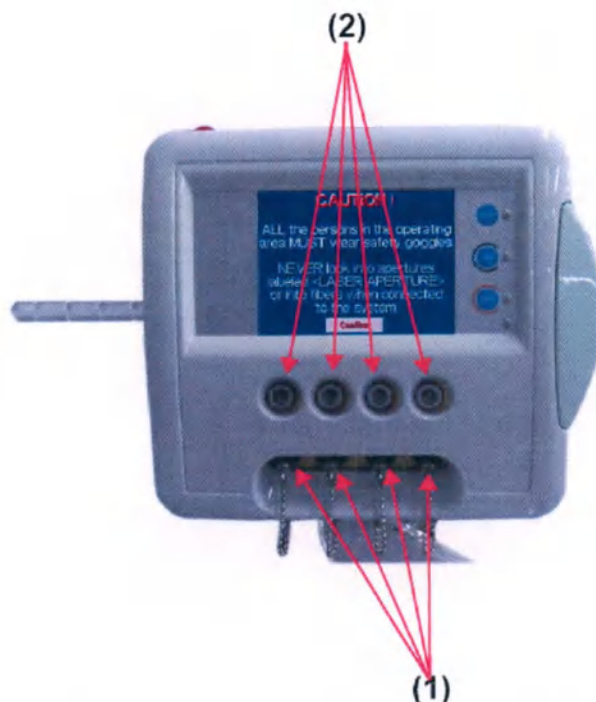

Рис. 18 – Подключение световодов
5. Установите необходимое количество световодов следующим образом – см. Рис. 18:
- ✓ Вставьте переходник SMA световода в один из разъемов на передней панели аппарата – (1) на Рис. 18 – маркированный как «LASER APERTURE» (ЛАЗЕРНАЯ АПЕРТУРА) и зажмите гайку переходника, не пережимая ее; встроенная цепь позволяет определять наличие световода и правильность его установки;
- ✓ Вставьте переходник для идентификации световода в выходной разъем аппарата - (2) на Рис. 18 – Эти переходники позволяют системе аппарата автоматически распознавать световоды; аппарат не работает при неправильном подключении световодов;